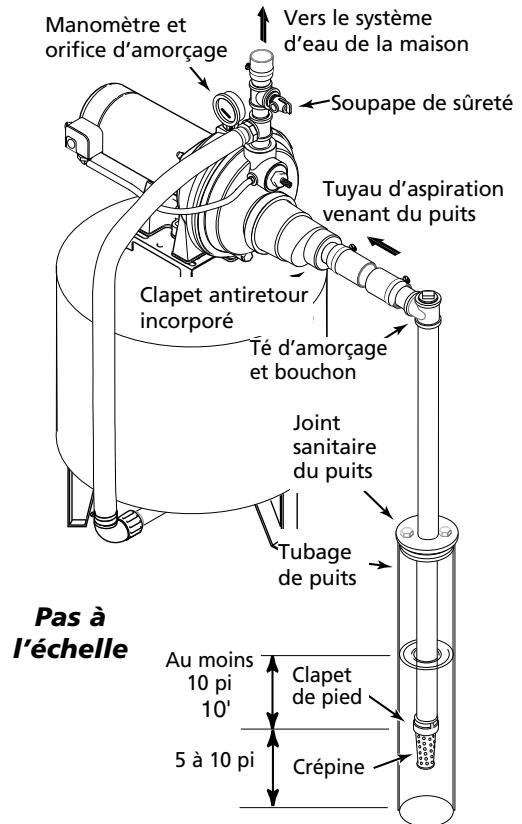

Figure 5 – Installation dans un puits à tubage
## Installation sur un puits à tubage de 2 pouces de diamètre ou plus grand (Figure 5)
3. Brancher le clapet de pied, la crépine et le tuyau du puits (voir la Figure 5). S'assurer que le clapet de pied fonctionne librement.
5. Poser le té d'amorçage et le tuyau d'aspiration sur la pompe (voir la Figure 5). Brancher le tuyau provenant du puits sur l'orifice d'aspiration de la pompe en utilisant le moins possible de raccords - en particulier des coudes - étant donné que les raccords augmentent le frottement de l'eau dans les tuyaux. Le diamètre du tuyau d'aspiration doit être au moins aussi grand que le diamètre de l'orifice d'aspiration de la pompe. Utiliser du ruban d'étanchéité en PTFE pour filetage sur les raccords de tuyaux filetés. Supporter le tuyau de façon qu'il ne soit pas cintré afin qu'il n'exerce pas de contraintes sur le corps de la pompe; de plus, il doit être légèrement incliné vers le haut, du puits jusqu'à la pompe (les points hauts risquent de causer des poches et des bouchons d'air dans la pompe). Rendre étanches les joints du tuyau d'aspiration avec du ruban d'étanchéité en PTFE pour filetage. Les raccords doivent être étanches à l'air et à l'eau. Si le tuyau d'aspiration aspire de l'air, la pompe ne pompera pas l'eau du puits.